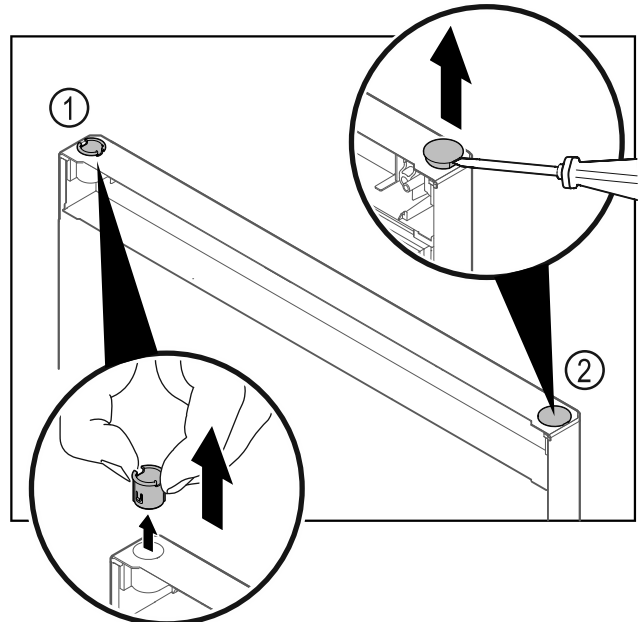

Fig. 17
- ▶ Scharnierbuchse Fig. 17 (1) mit den Fingern herausziehen.
- ▶ Abdeckstopfen Fig. 17 (2) vorsichtig mit einem Schlitzschraubendreher anheben und herausziehen.